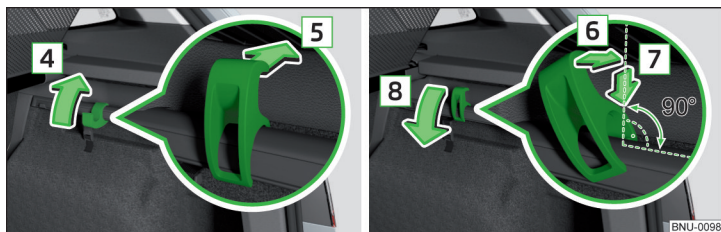

Fig. 141 Detașarea/montarea cârligelor
- Rabatați cârligele în sensul săgeții **4**, în poziție verticală » fig. 141.
- Montați cârligul oblic pe șipca de fixare și îndreptați-l în sensul săgeții **6** » fig. 141.